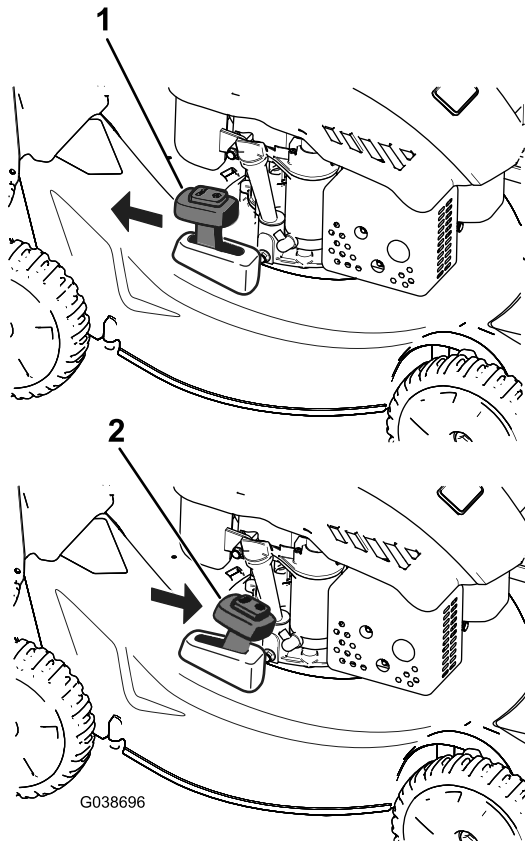

Bild 18
Schieben Sie den Hebel für den zuschaltbaren Grasfangkorb in die RECYCLING-Stellung, um das Schnittgut zu recyceln (Bild 18).
2. Setzen Sie den Fangkorb ein, siehe Montieren des Fangkorbs \(Seite 13\), und stellen den Hebel für den zuschaltbaren Fangkorb in die BAGGING-Stellung, wie in Bild 18 abgebildet.
**Hinweis:** Nehmen Sie ggf. den Fangkorb von der Maschine ab, bevor Sie das Schnittgut hinten auswerfen, siehe Entfernen des Fangkorbs \(Seite 14\). Der Hebel für den zuschaltbaren Fangkorb sollte in der BAGGING-Stellung sein, wie in Bild 18 abgebildet.